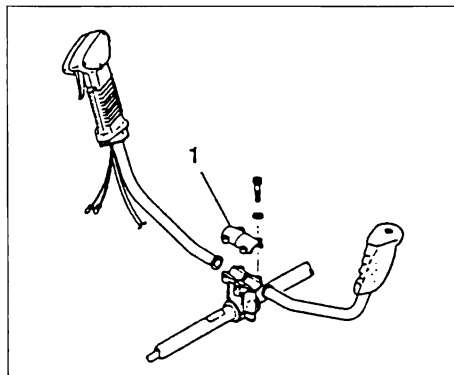

Fig. 1-3
Remove the handle bracket (1) from the assembly. (Fig. 1-3)
Déposer le support de poignée (1) de l'ensemble. (Fig. 1-3)
Toglie la parte superiore del morsetto (1) del manubrio. (Fig. 1-3)
Den Griffhalter (1) von der Einheit abnehmen. (Fig. 1-3)
Quitar el soporte del manillar (1). (Fig. 1-3)
Tag loss överfallet (1). (Fig. 1-3)